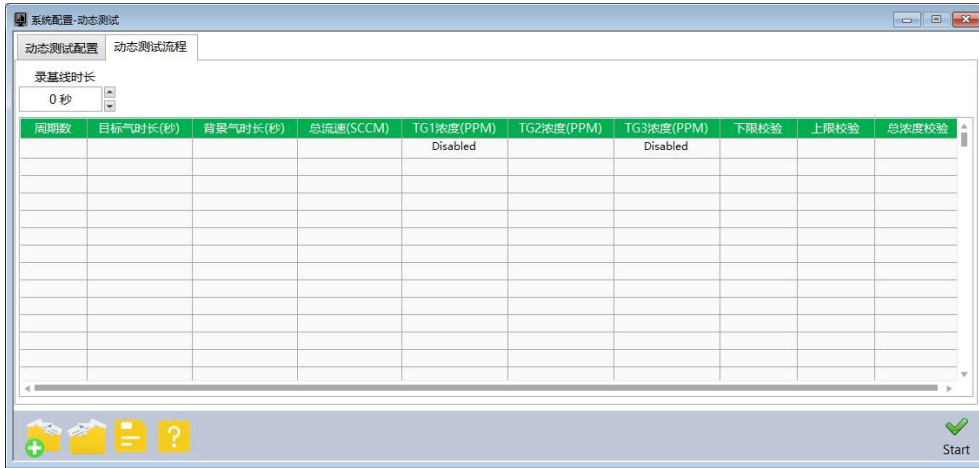

图 7
2.4 点击“动态测试流程”选项卡，进一步输入测试流程参数，其界面如图 7 所示。
注意，在图 6 “动态测试配置”中若未勾选 TG1 和 TG3，则图 7 “动态测试流程”中的 TG1 浓度和 TG3 浓度将显示为“Disabled”，其浓度无法设置。